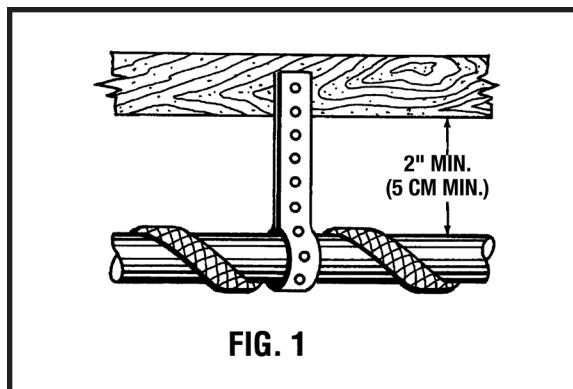

FIG. 1
- Utiliser seulement des supports métalliques pour retenir le tuyau à au moins 5 cm (2 po) des matériaux ou surfaces inflammables. Voir la figure 1.